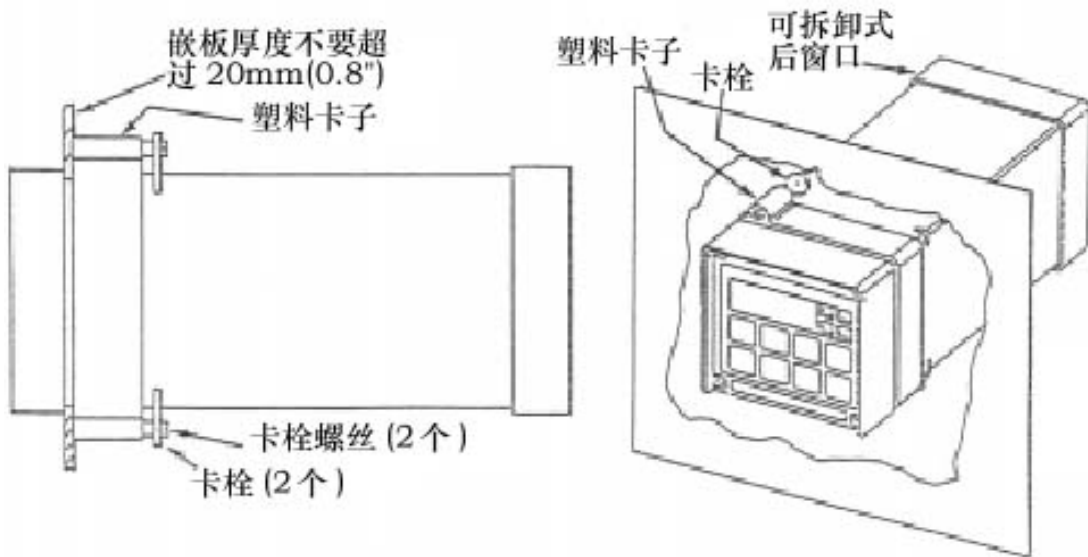

图 4 安装到嵌板 – 现场安装的外壳
- 4、从嵌板的后面，将塑料卡子滑到外壳上，直到卡栓（2 个）卡到外壳纵边上的两个相对的凹槽里。见图 4。